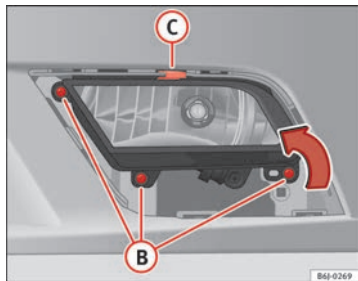

Fig. 171 Farol de nevoeiro
- Retire os parafusos (3x) ⇒ Fig. 171 (B) para extrair o farol de nevoeiro.
- Retire o grampo metálico que se encontra na parte superior do farol de nevoeiro, puxando para fora ⇒ Fig. 171 (C).